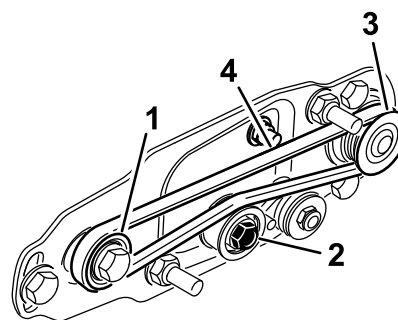

**Figura 15**
19. Insira um espaçador no veio na caixa de rolamentos (Figura 15).
20. Insira a polia da transmissão no espaçador e no eixo da transmissão (Figura 15). Certifique-se de que as patilhas da polia estão posicionadas na ranhura do eixo da transmissão.
21. Prenda a polia e espaçador ao eixo da transmissão com um parafuso de cabeça flangeada ( $\frac{3}{8}$  x 2 pol.) (Figura 15). **Aperte o parafuso com uma força de 47 a 54 N·m.**